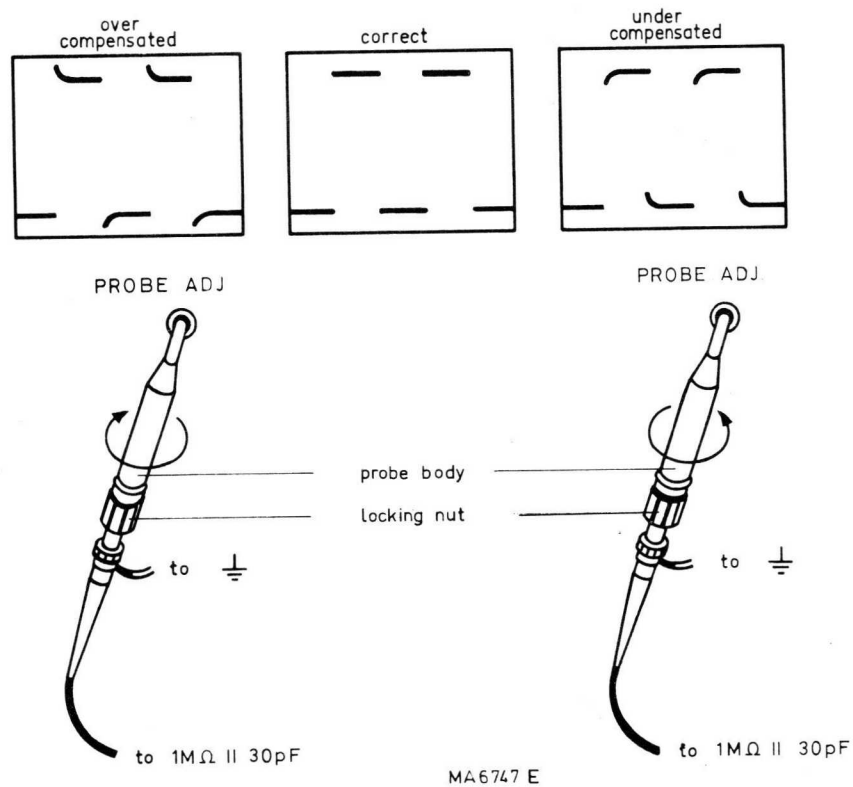

Fig. 15. Afregeling verzwakker-meetkop
3.7.2.2. Afregeling verzwakker-meetkop (zie Fig. 15)